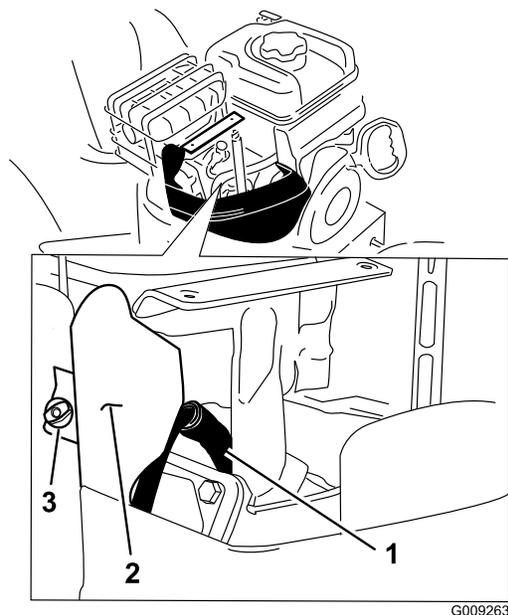

Figure 58
4. Enlevez la vis à oreilles du support et le support (Figure 58).
5. Nettoyez la surface autour de la base de la bougie (Figure 58).